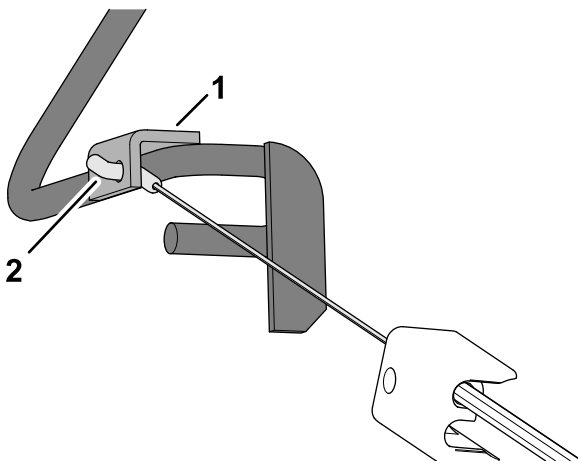

Figura 11
3. Introduceți fittingul de cablu prin orificiul din suportul suportului manetei pentru prezența operatorului, aa cum se arată în Figura 11.